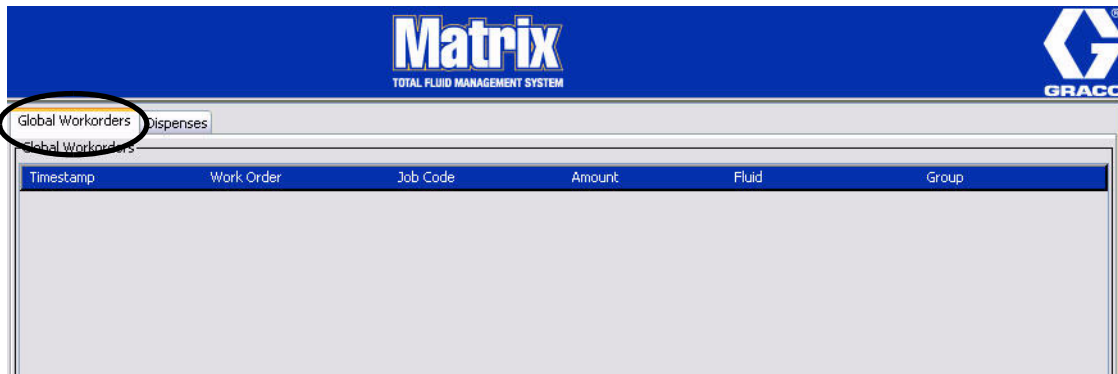

FIG. 114
1. Selezionare la scheda degli ordini di lavoro globali (FIG. 114).